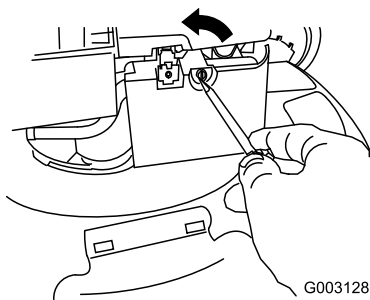

Figure 40
2. Ouvrez le couvercle du filtre à air avec un tournevis (Figure 40)